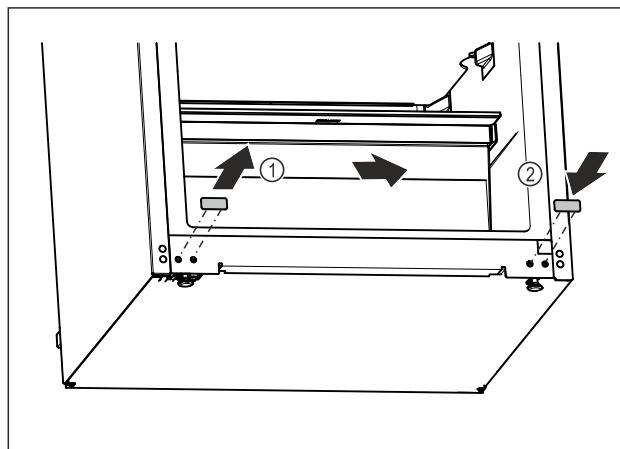

Fig. 16
- Extrageți dopurile de acoperire. Fig. 16 (1)
- Montați dopurile de acoperire pe partea opusă. Fig. 16 (2)